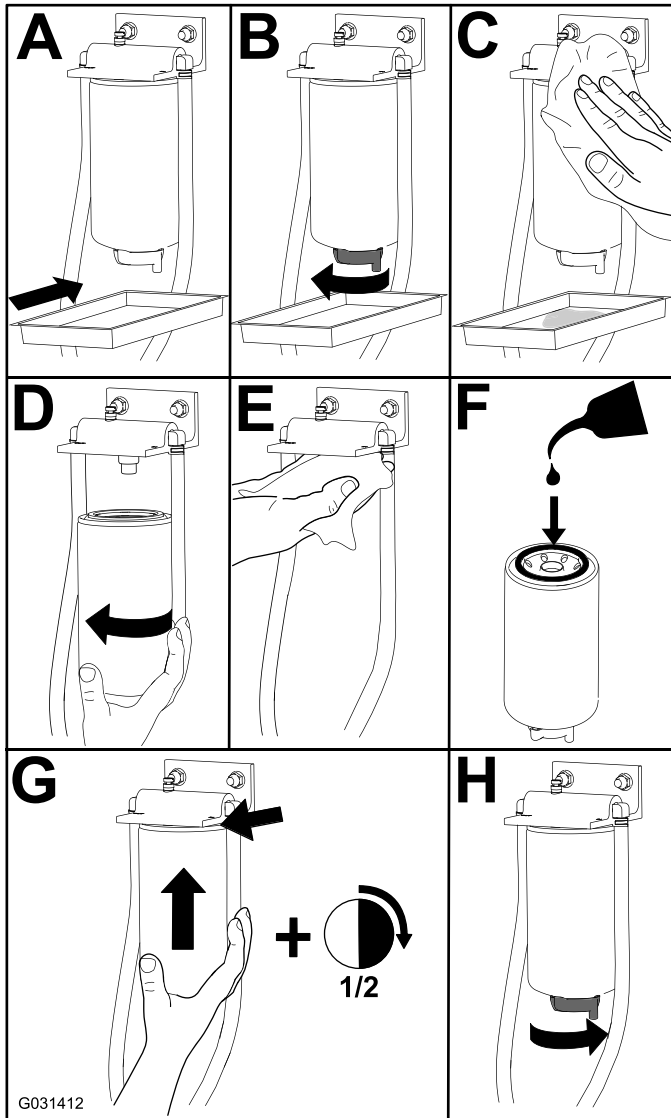

**Figura 87**
1. Limpie la zona alrededor de la cabeza del filtro de combustible (Figura 87).
2. Retire el filtro y limpie la superficie de montaje de la cabeza del filtro (Figura 87).